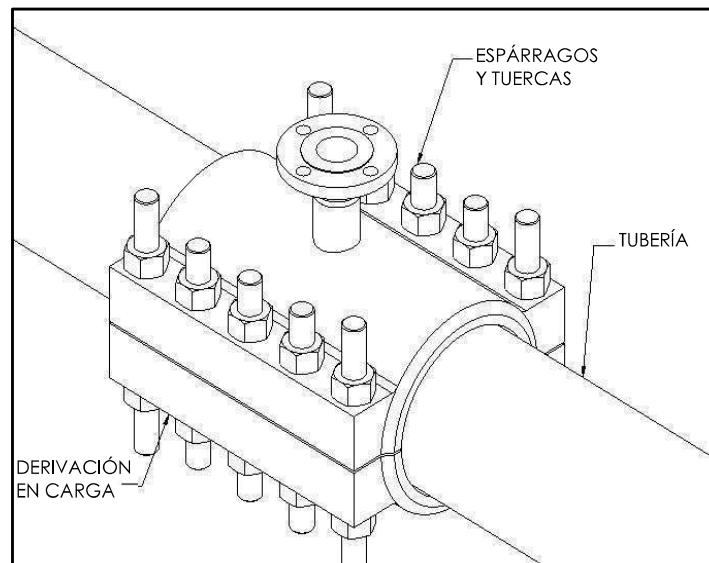

Figura 7
En esta sección, se detalla el procedimiento de instalación de una silleta de derivación en carga "PLIDCO Hot Tapping+Saddle" estándar atornillada sin extremos de sujeción, como se muestra en la figura 7.
5. Instale los espárragos y las tuercas a través de los orificios de las silletas de derivación en carga "Hot Tapping+Saddle", como se muestra en la figura 7. La mayoría de las derivaciones en carga tienen dos longitudes de espárragos diferentes. Asegúrese de que los espárragos más largos estén en los agujeros de pernos correctos. Las silletas de derivación en carga "PLIDCO Hot Tapping+Saddle" con 3 agujeros por lado deben tener los espárragos más largos en los dos agujeros centrales. Las derivaciones en carga con más de 3 agujeros por lado deben tener los espárragos más largos en los cuatro agujeros de las esquinas (consulte las Figuras 8 y 9). Esto ayudará a ensamblar el accesorio.